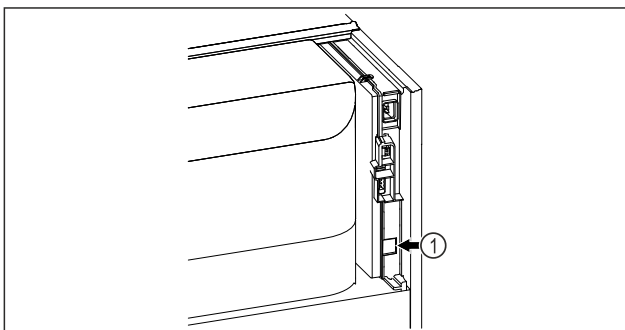

Fig. 144
- SmartModule Fig. 144 (1) установлен.